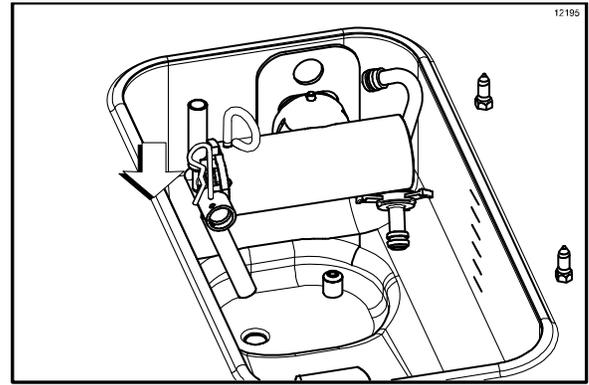

图 166
12. 取下泵上的开尾插销，将奶浆进料管置于储料槽的角落，将开尾插销安装在泵出料口的管接头上。（见图 166。）